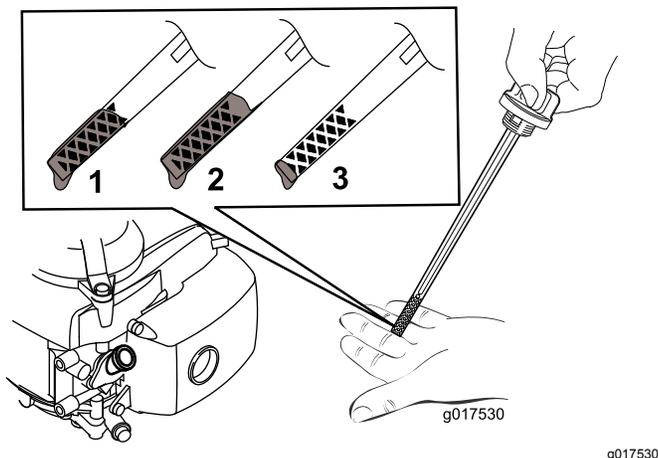

Рисунок 19
3. Извлеките масломерный щуп, повернув крышку против часовой стрелки и вытянув его (Рисунок 19).
10. Определите уровень масла по отметкам на щупе (Рисунок 19).